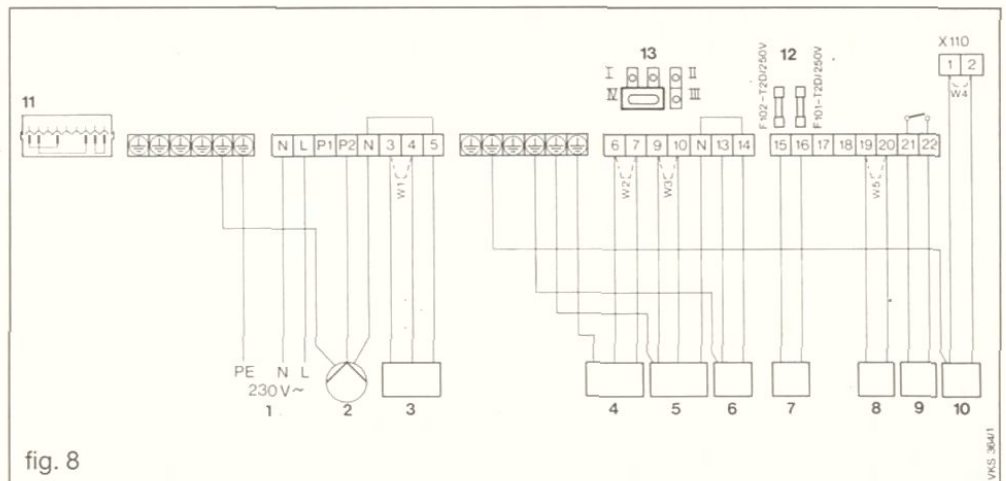
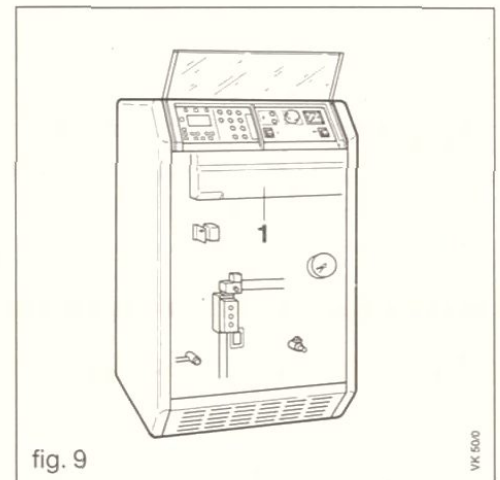

fig. 8
fig. 9
Flussostati, pressostati ed altri dispositivi esterni si devono collegare per mezzo di contatti a potenziale zero (privi di tensione). Per accedere alla morsetteria (fig. 9), dopo aver tolto il pannello anteriore, smontare il coperchio inferiore (1) svitando le viti di fissaggio e sfilandolo verso il basso. La linea di installazione di rete viene allacciata alla caldaia e, attraverso la morsetteria, alla pompa, secondo lo schema di cablaggio: il modo operativo può essere selezionato modificando il collegamento morsettieria della spina di commutazione (14 fig. 8).
Per cambiare il modo operativo della pompa di circolazione del riscaldamento occorre modificare la posizione della spina di commutazione nella morsettieria (fig. 8).